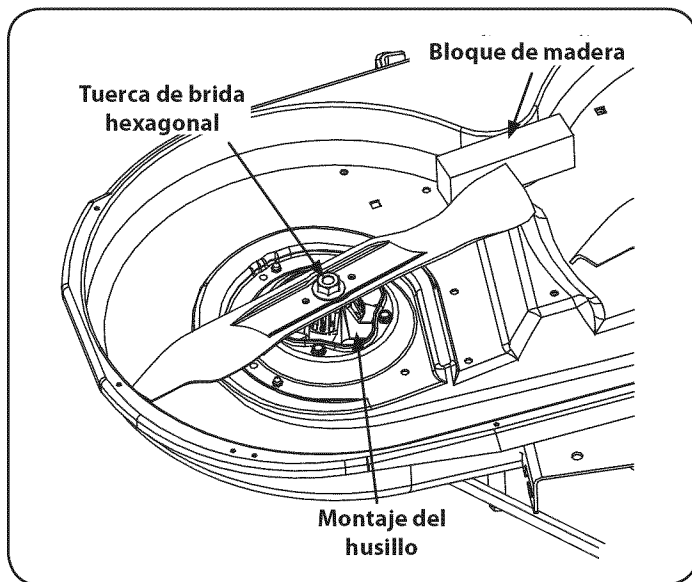

Figura 40
2. Use un 15/16 "llave para mantener la tuerca hexagonal en la parte superior del vástago al aflojar la tuerca hexagonales de la hoja. Un bloque de madera se puede colocar entre la carcasa y la cubierta de la punta de la pala para ayudar a romper suelta la tuerca hexagonales de la hoja. Consulte la Figura 40.